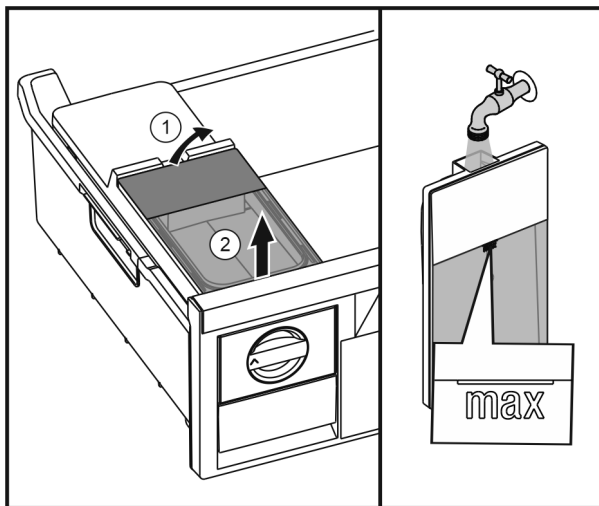

Fig. 43
- ▶ Поднять бак для воды сзади Fig. 43 (1) и извлечь движением вверх Fig. 43 (2).